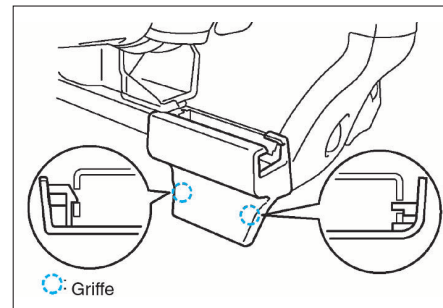

FIG. 13
- Dégager les deux griffes et déposer le cache de support de rail côté droit du siège conducteur à l'aide d'un tournevis fin (fig. 13).